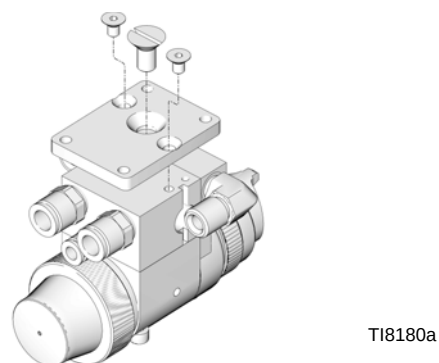

FIG. 5: Piastra dell'adattatore con retro-adattamento
1. Montare la piastra di adattamento al collettore utilizzando le tre viti fornite con il kit (FIG. 5).